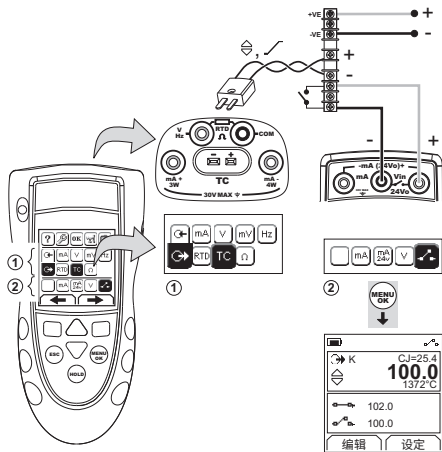

图 12: 示例配置 - 交换机测试
1. 连接设备 (图 12)，如果有必要，调整设置 (表 1)。